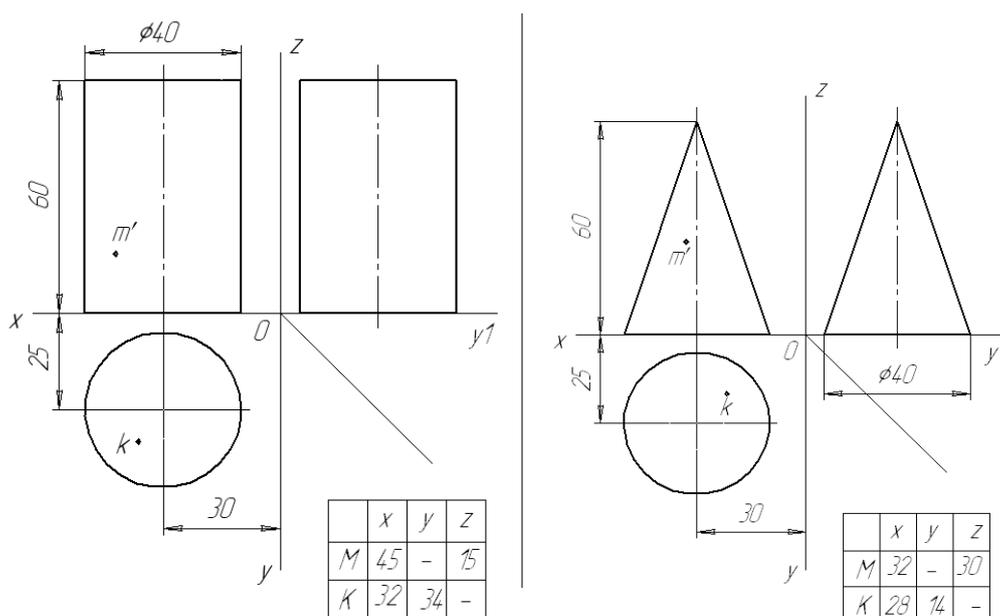

Рисунок 3 - Комплексные чертежи цилиндра и конуса к заданию
1. Построить горизонтальную, фронтальную и профильную проекции цилиндра и конуса (рис.3);
3. Построить заданные проекции точек М и N на комплексном чертеже тел вращения (рис. 3);